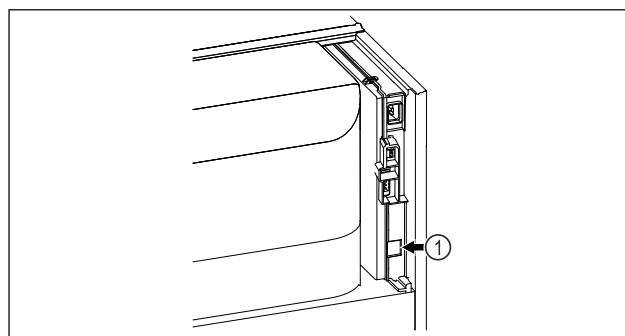

Fig. 139
- Założono SmartModule Fig. 139 (1).